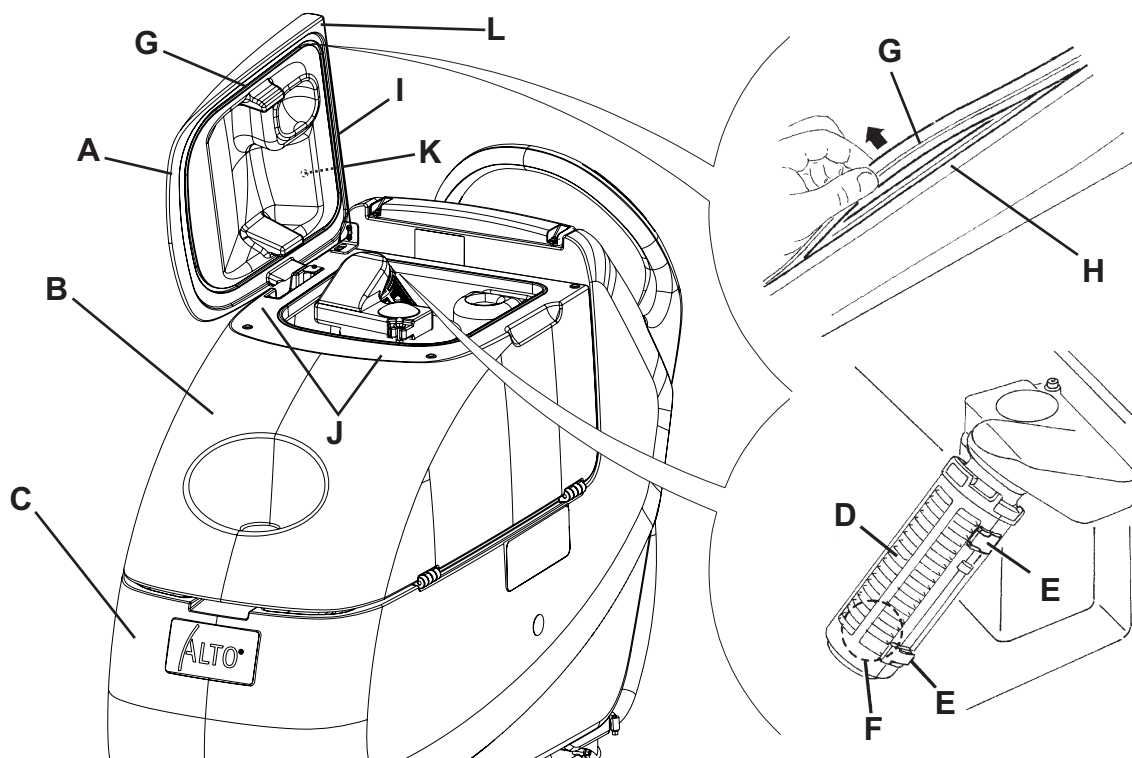

Figure 4
1. Débrancher le câble d'alimentation (3) du réseau électrique et l'enrouler autour du logement correspondant (4).
3. Ouvrir le couvercle (18) et le porter dans la position de lavage (L, Fig. 4).
4. Nettoyer et laver à l'eau propre le couvercle (A), les réservoirs (B et C) et la grille d'aspiration avec fermeture automatique à flotteur (D).
5. Si besoin est, dégager les dispositifs de retenue (E), ouvrir la grille (D), récupérer le flotteur (F) et nettoyer soigneusement ; enfin reposer en place.
6. Contrôler l'intégrité du joint d'étanchéité (G) du couvercle du réservoir.